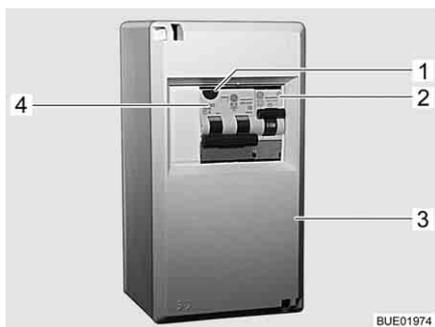

Fig. 184 Caja de fusibles de 230 V
Un interruptor de corriente de defecto / de protección de línea combinado (Fig. 184,4) en la caja de fusibles (Fig. 184,3) protege al vehículo completo de corrientes de defecto (0,03 A).
En los vehículos con equipamiento especial (p. ej. instalación de aire acondicionado), un interruptor de protección de línea adicional (10 A) (Fig. 184,2) protegerá el aparato.
- Si el vehículo está conectado a la alimentación de 230 V, pulsar la tecla de prueba (Fig. 184,1). El interruptor de corriente de defecto debe disparar.